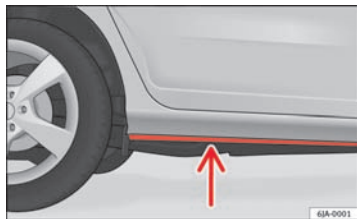

Fig. 114 Kørsel gennem vand på vejen
- Inden du kører gennem vand, skal du finde ud af, hvor dybt det er. Vandstanden må maksimalt nå op til kanten af dørpanelet → Fig. 114.